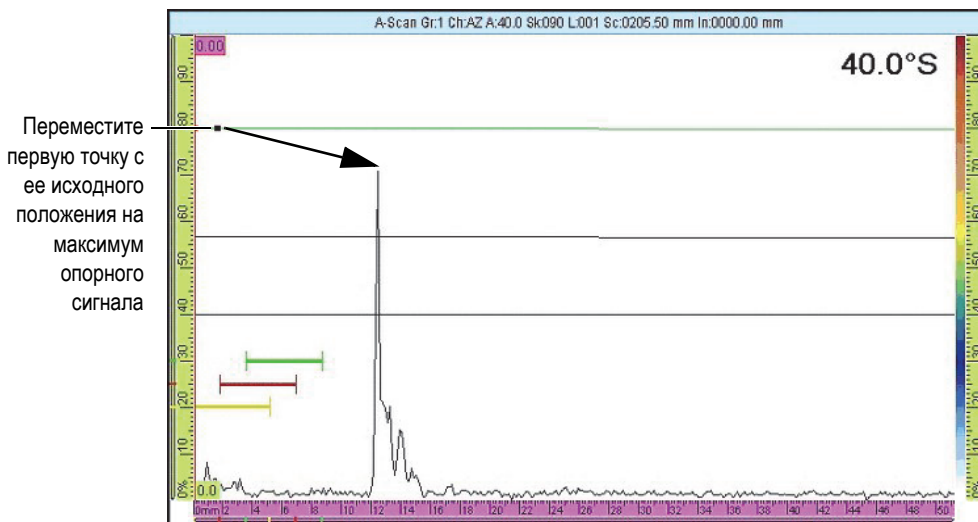

Рис. 6-6 Первая точка кривой DAC
3. Установите преобразователь на образец для получения максимальной амплитуды сигнала от опорного отражателя, соответствующей первой точке, которую нужно добавить на кривую DAC (см. Рис. 6-6 на стр. 184).